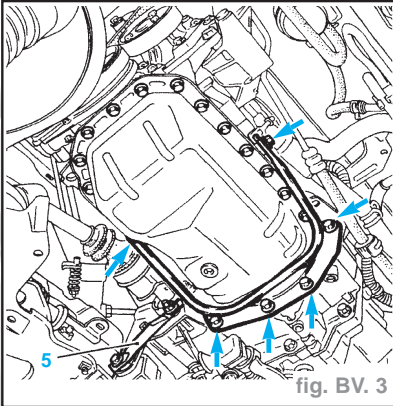

fig. BV. 3
**Sous le véhicule (fig. BV. 3)**